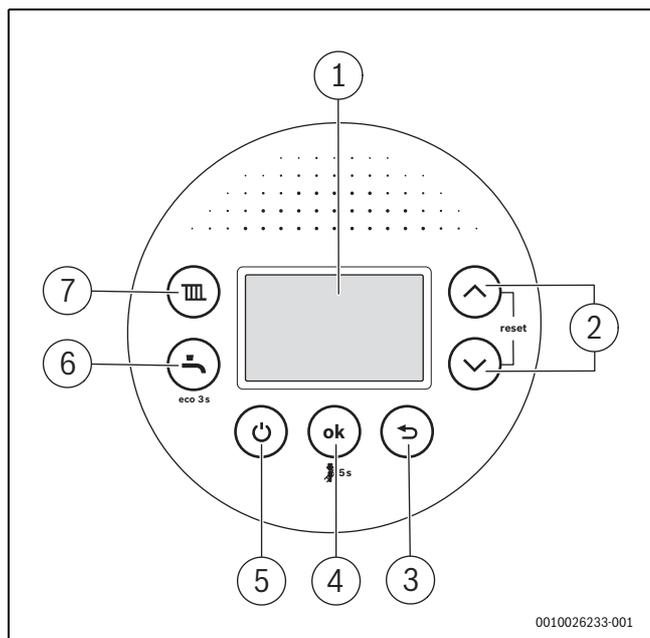

Fig. 4 Aperçu du tableau de commande
- En fonctionnement normal, activer/désactiver l'appareil avec la touche \odot (→ fig. 4, [5]).